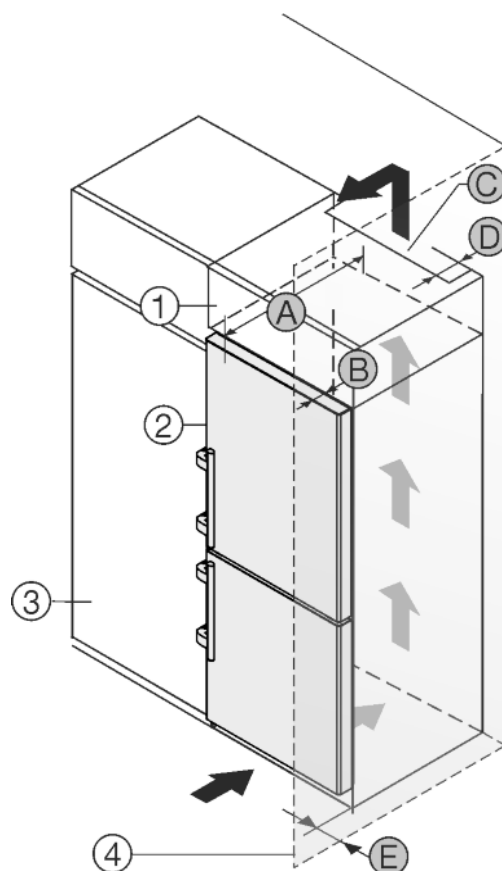

Fig. 27
Устройство может быть окружено кухонными шкафами. Чтобы уравнивать устройство *Fig. 27 (2)* по высоте с кухонной стенкой, можно установить над устройством дополнительный шкафчик *Fig. 27 (1)*.
Установить устройство можно непосредственно рядом с кухонным шкафом *Fig. 27 (3)*. Чтобы можно было полностью открыть двери, устройство должно выступать на глубину *Fig. 27 (B)* относительно передней стенки кухонного шкафа. В зависимости от глубины кухонных шкафов и использования пристенных распорок устройство может выступать и больше.
- На задней стенке дополнительного шкафчика должен быть вентиляционный канал с глубиной *Fig. 27 (D)* по всей ширине этого шкафа.
- Нужно соблюдать вентиляционное отверстие *Fig. 27 (C)* под нижней панелью.
Если устройство установлено на шарнирах у стены *Fig. 27 (4)*, то нужно соблюдать расстояние *Fig. 27 (E)* между устройством и стеной. Настолько выступает ручка при открытой дверце.